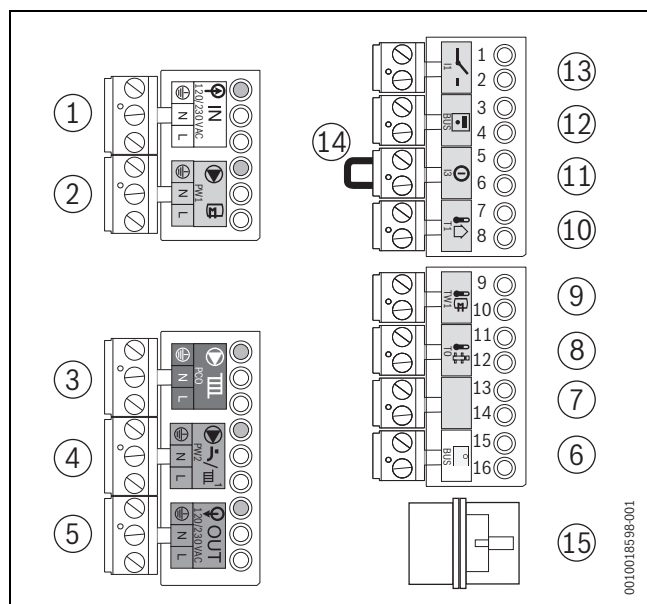

Bild 55 Klemmleisten
- ▶ Ein-/Aus-Raumtemperaturregler auf Anschlussklemme I1 (→ Bild 55, [13]) anschließen (Zubehör).
- ▶ Regler auf Anschlussklemme BUS (→ Bild 55, [6]) anschließen. Hierzu ein 2-adriges Stromkabel von 0,4 bis 0,75 mm² verwenden.
- Brücke (→ Bild 55, [14]) auf Anschlussklemme ① entfernen.
- Außentemperaturfühler auf Anschlussklemme T1 (→ Bild 55, [10]) anschließen.
- Speichertemperaturfühler auf Anschlussklemme TW1 (→ Bild 55, [9]) anschließen.
- Heizungspumpe an die grüne Anschlussklemme PCO (→ Bild 55, [3]) anschließen.
- Zirkulationspumpe an die lila Anschlussklemme PW2 (→ Bild 55, [4]) anschließen.
- Speicherladepumpe an die graue Anschlussklemme PW1 (→ Bild 55, [2]) anschließen.
- ▶ Externes 3-Wege-Ventil an die graue Anschlussklemme **PW1** (→ Bild 55, [2]) anschließen.